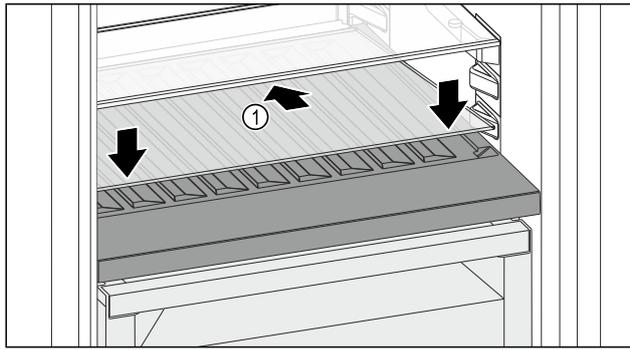

Fig. 98
- ▶ Glasplatte Fig. 98 (1) schräg und nach hinten unten geneigt ansetzen.
- ▶ Glasplatte Fig. 98 (1) vorne absenken.